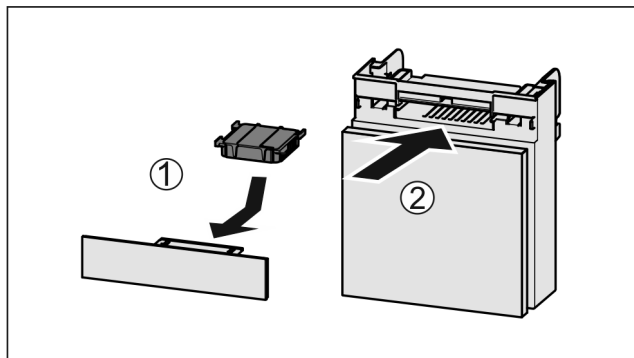

Fig. 82
- ▶ Anbring aktivkulfilteret som vis på billedet Fig. 82 (1).
- ▶ Skub rummet ind Fig. 82 (2).